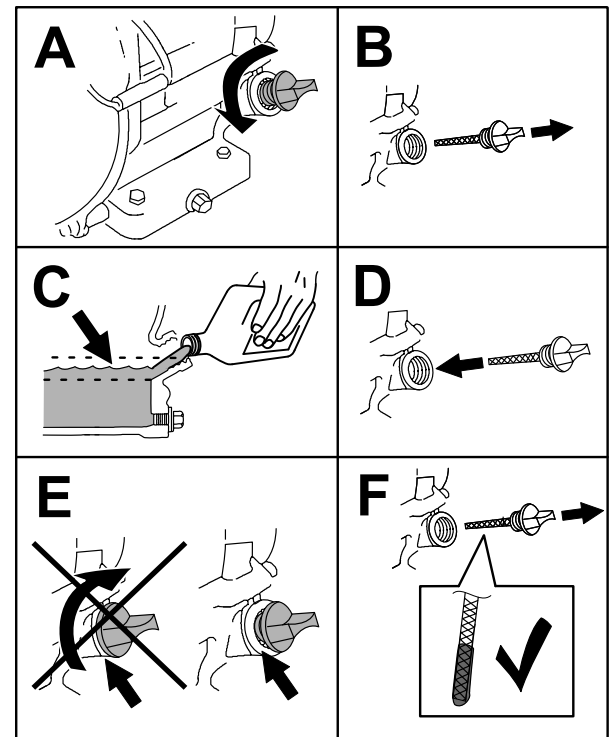

Figure 19
- Versez lentement environ 80 % de l'huile spécifiée dans le tube de remplissage, puis faites l'appoint lentement jusqu'à ce que le niveau atteigne le repère **maximum** (Figure 19).